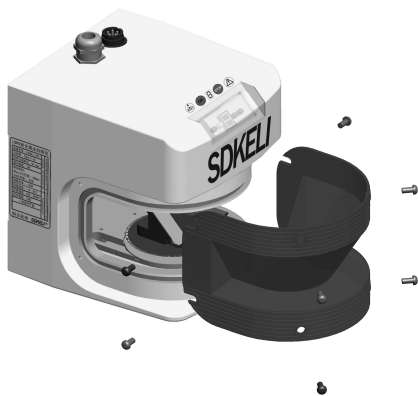

图4.1 窗口拆卸示意图
- 1) 更换窗口:首先拆卸固定窗口的螺钉,如图4.1所示,然后拆下窗口并更换新窗口,并使用螺钉正确紧固。应在洁净的环境中更换窗口。注意,在更换窗口时,严禁用手触碰新窗口通光面和扫描仪内部结构,特别是反射镜。